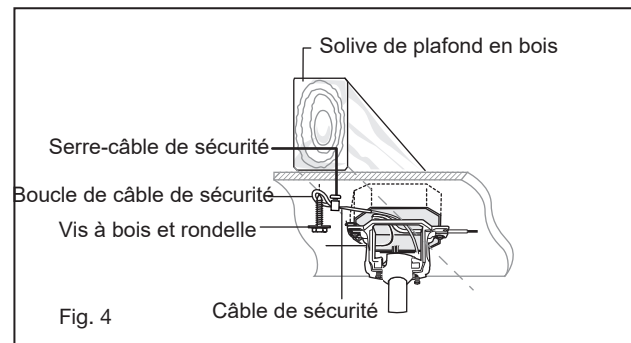

Fig. 4
**NOTE :** La languette opposée à l'ouverture du support de suspension doit s'insérer dans la fente de la boule. (Fig. 4)
- 2 Connectez les fils conducteurs noirs de l'interrupteur du berceau A aux fils noirs du boîtier de l'interrupteur. Fil d'entrée sous tension vers l'un des fils de l'interrupteur du socle. Le fil d'alimentation du ventilateur est connecté au fil restant de l'interrupteur. (Fig. 4)